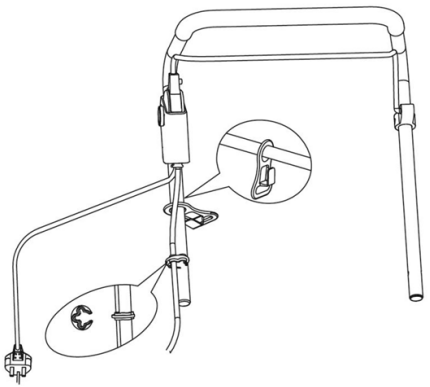

Bild 8
## 144. Till- och fränkoppling (bild 8)
Säkerhetsknappen (1) låses fast i sitt läge. (Bild 8)
Luta handtaget nedåt för att höja apparatens front något och minska risken för att gräsmattan skadas vid start. Tryck in säkerhetslåsknappen (1) på manöverboxen och dra manöverspaken (2) mot dig medan du håller knappen intryckt. (Fig. 8)